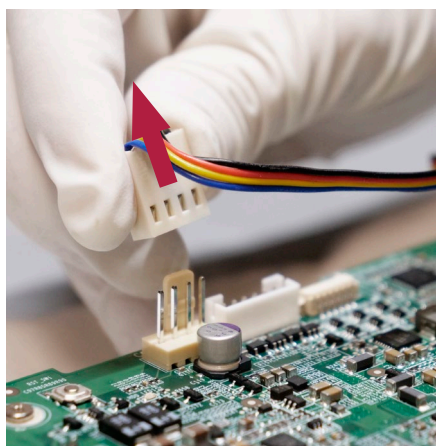

Figura 23 Decuplați cablul ventilatorului
Identificați locul unde se află conectorul ventilatorului pe placa principală (a se vedea Figura 12) și decuplați-l (a se vedea Figura 23).
- g) **Cuplați cablul ventilatorului (a se vedea Figura 12 și Figura 23)**